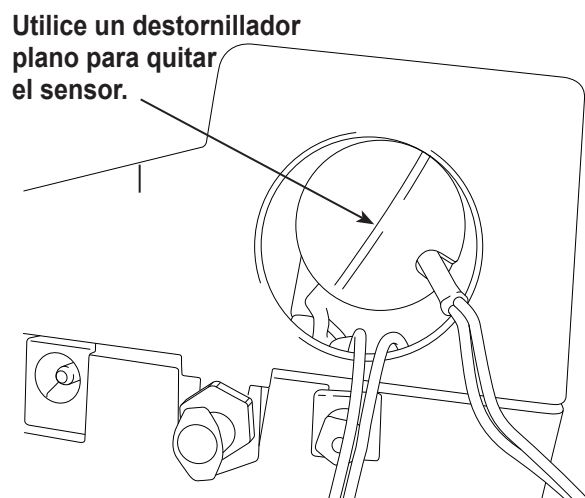

Figura 25
- Aparte la tapa y el arnés. Sostenga el conductor del sensor y utilice un destornillador plano para desenroscar y quitar el sensor de oxígeno. Consulte Figura 25.